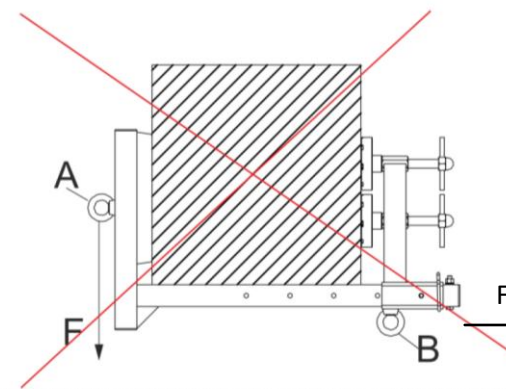

Рис. 4. Запрет использования анкерного устройства при данном направлении нагрузки
**Запрещено!** Использование анкерного устройства на нижней выступающей части парапета при данном направлении нагрузки (Рис. 4.) **Запрещено!** При организации работ с использованием системы канатного доступа запрещается крепление страховочной системы и системы канатного доступа на одно и то же устройство, а так же обоих канатов на одно и то же устройство.